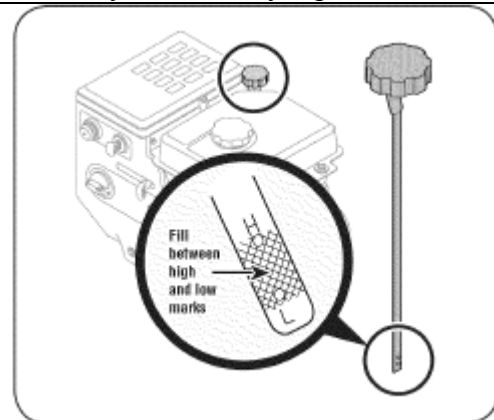

Рис. 18
3. Извлеките щуп. Если уровень масла не достаточный, то медленно долейте рекомендованного масла, что бы он находился между отметками высокий (H) и низкий (L). См. Рис. 18.